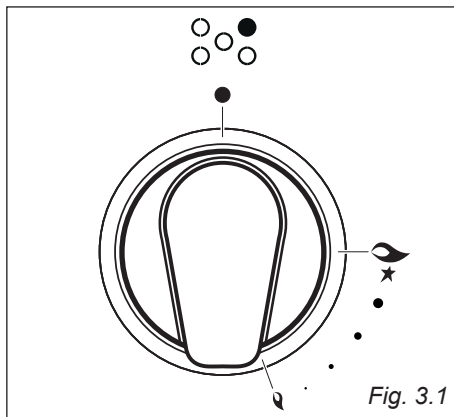

Fig. 3.1
- Svitare la vite di fissaggio della protezione "A" dietro la cucina (fig. 3.1).
L'afflusso del gas ai bruciatori è regolato da un rubinetto valvolato comandato dalla manopola di fig. 3.1.
- ✓ L'accensione elettrica è incorporata nelle manopole dei bruciatori e si identifica per il simbolo  vicino al simbolo  (fig. 3.1).